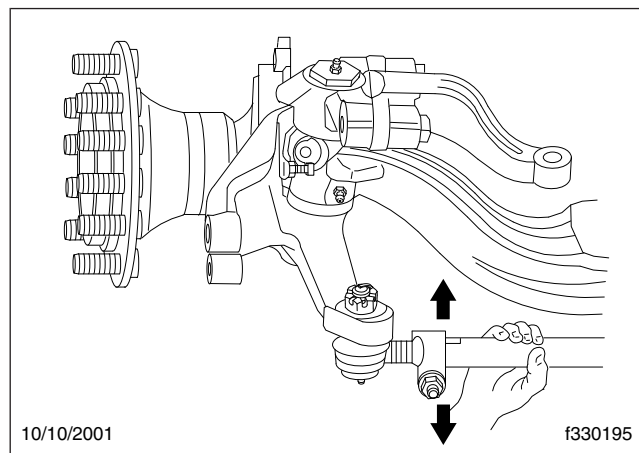

Figura 6, Revise el movimiento de las rótulas de la barra de acoplamiento
5. Posiciónese directamente debajo de la unión de la rótula. Con las dos manos, agarre el extremo lo más cerca posible de la unión, a un máximo de 6 pulgadas (15.2 cm) del extremo. Con la mano, aplique de manera firme aproximadamente 100 libras de presión usando un movimiento vertical, y repita esto varias veces. Al mover el ensamble, revise para ver si hay movimiento en ambas rótulas de la barra de acoplamiento. Vea la **Figura 6**.